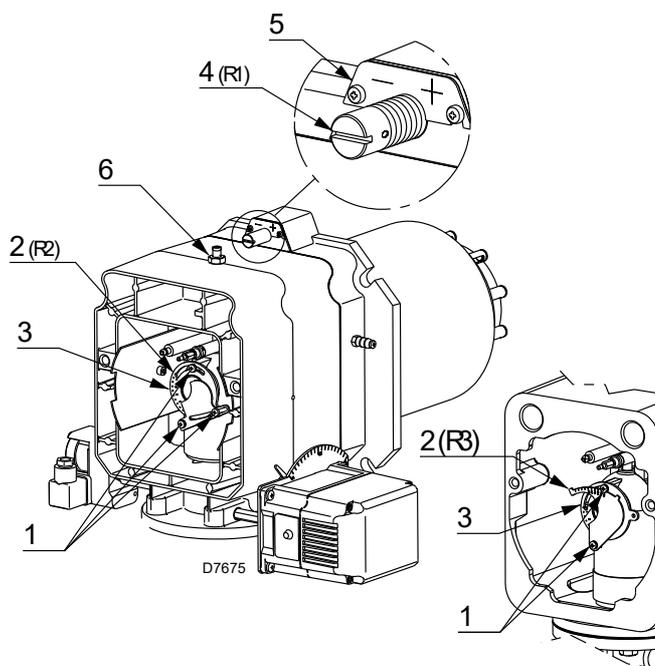

Fig. 19
- Ruotare la vite 4)(Fig. 19) fino a far collimare la tacca trovata con il piano anteriore 5) della flangia.
- Allentare le 3 viti 1)(Fig. 19) e ruotare la ghiera 2) fino a far collimare la tacca trovata con l'indice 3).